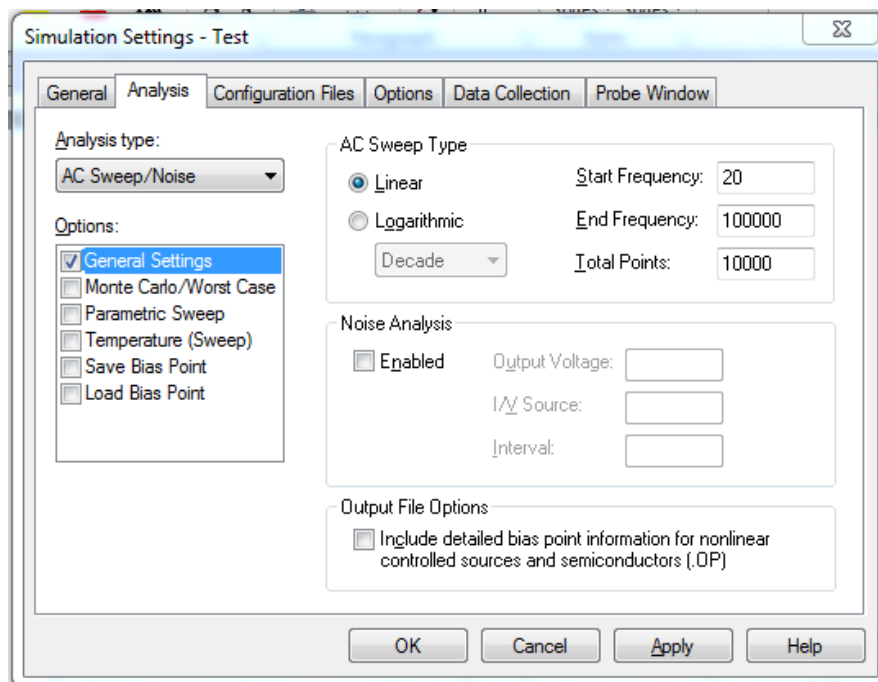

Рисунок 3.5 – Вікно *Simulation Settings* налаштування *AC Sweep*
В закладці аналізу «*Analysis*», потрібно налаштувати *AC Sweep* згідно із зразком на рис. 3.5.
6. Виконайте необхідні налаштування для аналізу *AC Sweep* в одній точці, заповнивши поля у вікні *AC Sweep* та *Noise Analysis* так, як це зображено на рис. 3.5, а потім підтвердьте введення. Таким чином ви повернетеся до вікна *Analysis Setup*. Натисніть кнопку *Close*, щоб повернутись до головного вікна редактора *OrCAD Capture*.